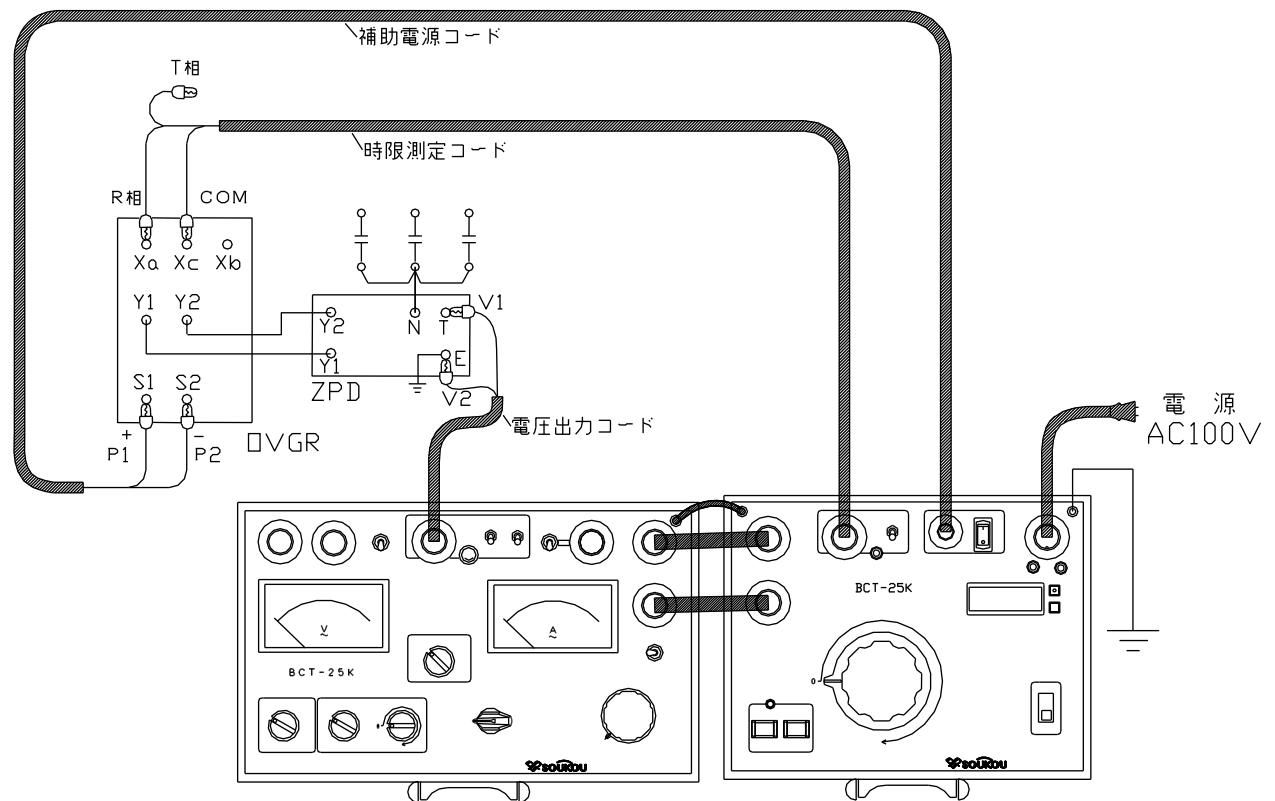

図18：地絡過電圧継電器の試験回路図
7. 以上のような点を注意し、試験回路を構成します。 (図 18)